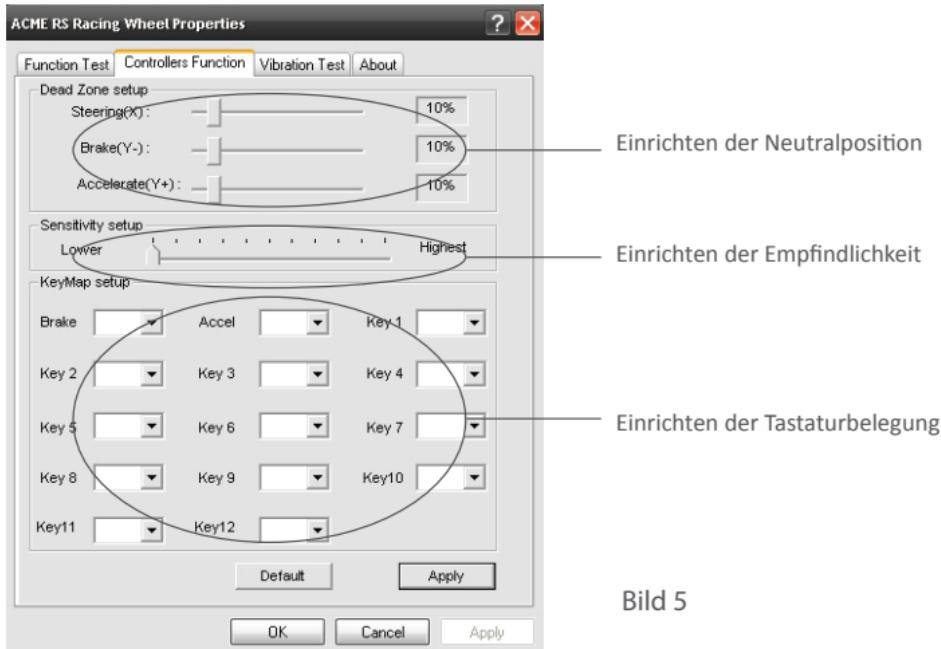

Bild 5
- Gehen Sie wie folgt vor, um die Neutralposition für Lenkrichtung (X-Achse), Gas (Y+ Achse), Bremse (Y- Achse) einzustellen. (Siehe Bild 5 “Einrichten der Neutralposition”)
nachfolgend gezeigt. (Siehe Bild 5 "Einrichten der Empfindlichkeit")
- Die Tasten für Beschleunigung, Bremse und Funktionen 1 bis 12 sind austauschbar (variable Tastenbelegung). (Siehe Bild 5 "Einrichten der Tastaturbelegung".)